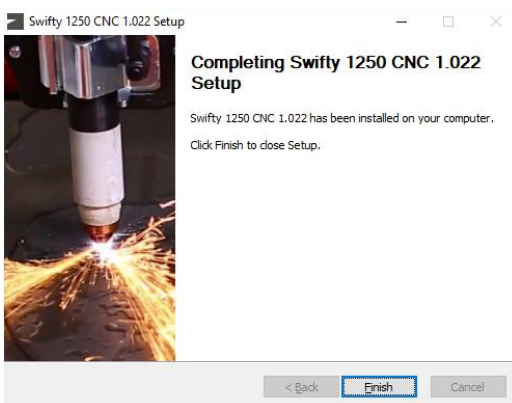

Fig. 34 Pictogram van het Swifty-CNC-installatiebestand
1. Dubbelklik op het Swifty-CNC-installatiebestand (Fig. 34) op de USB-stick om het installatiebestand te starten. Klik op 'Yes' in alle dialoogvensters met betrekking tot een gebruikersaccount.